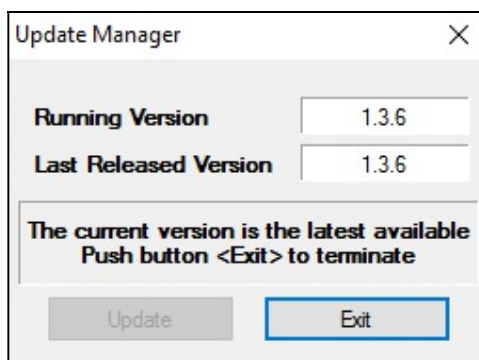

Рис. 7: Окно обновления программы
- В окне Update Manager (см. рис. 7) пользователь может автоматически сверить установленную версию программы (Running Version) с последней выпущенной версией (Last released Version) из базы данных G. M. International. Программу конфигурирования можно обновить, нажав кнопку “Update” или оставить установленную программу без изменений, нажав “Exit”.